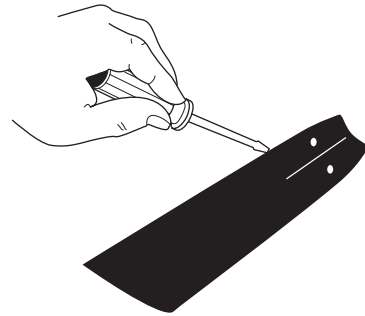
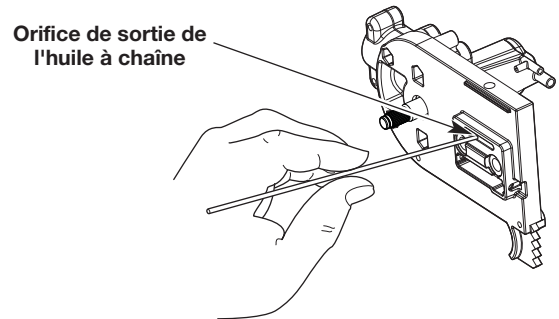

Fig. 16
Fig. 17
2. Nettoyez la rainure de la tige de guidage et les passages d'huile chaque fois que la chaîne est enlevée, lorsque l'appareil a été largement utilisé ou lorsque la chaîne semble sale. Utilisez un tournevis, un couteau à mastic, une brosse d'acier ou un instrument similaire pour enlever les débris de la rainure de la tige de guidage (Fig. 16). Utilisez un fil souple qui est assez petit pour s'insérer dans l'orifice de sortie de l'huile à chaîne pour enlever tous les débris de l'orifice (Fig. 17).